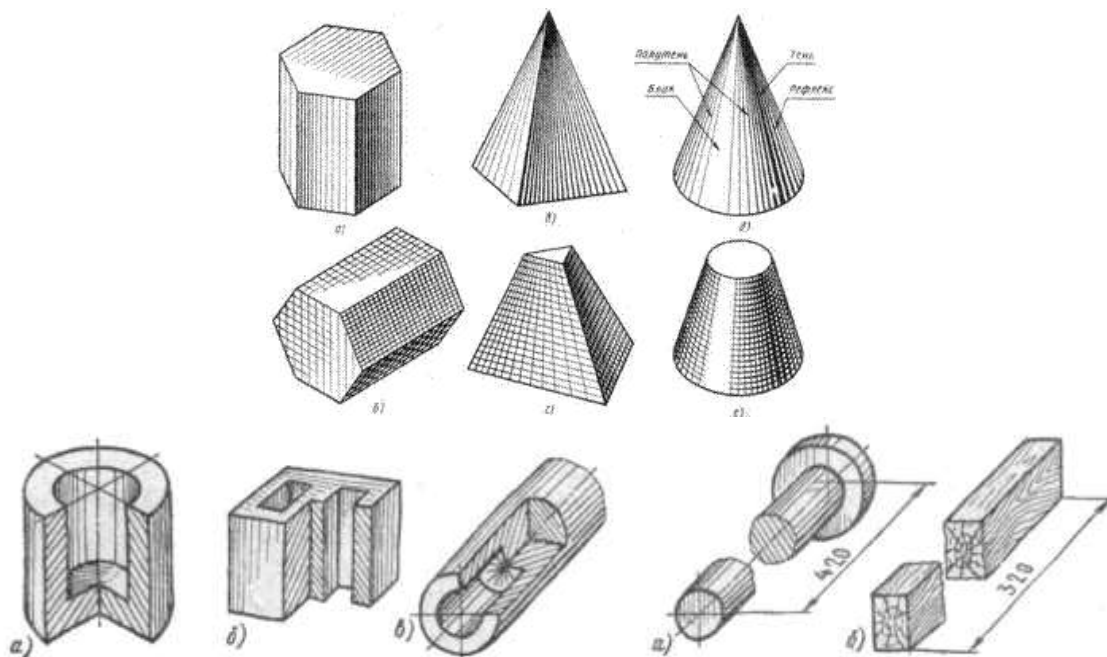

Рис.13 Типы наглядных изображений геометрических поверхностей и контуров технических деталей
**Технический рисунок** – это наглядное изображение предмета, выполненное в глазомерном масштабе по правилам построения аксонометрических проекций (рис.13). Технический рисунок плоских многоугольников и многогранников выполняется во фронтально - диметрической проекции, а тел вращения и окружностей в изометрии. Чтобы построить геометрическое тело, необходимо построить его основание, т.е. плоскую геометрическую фигуру.